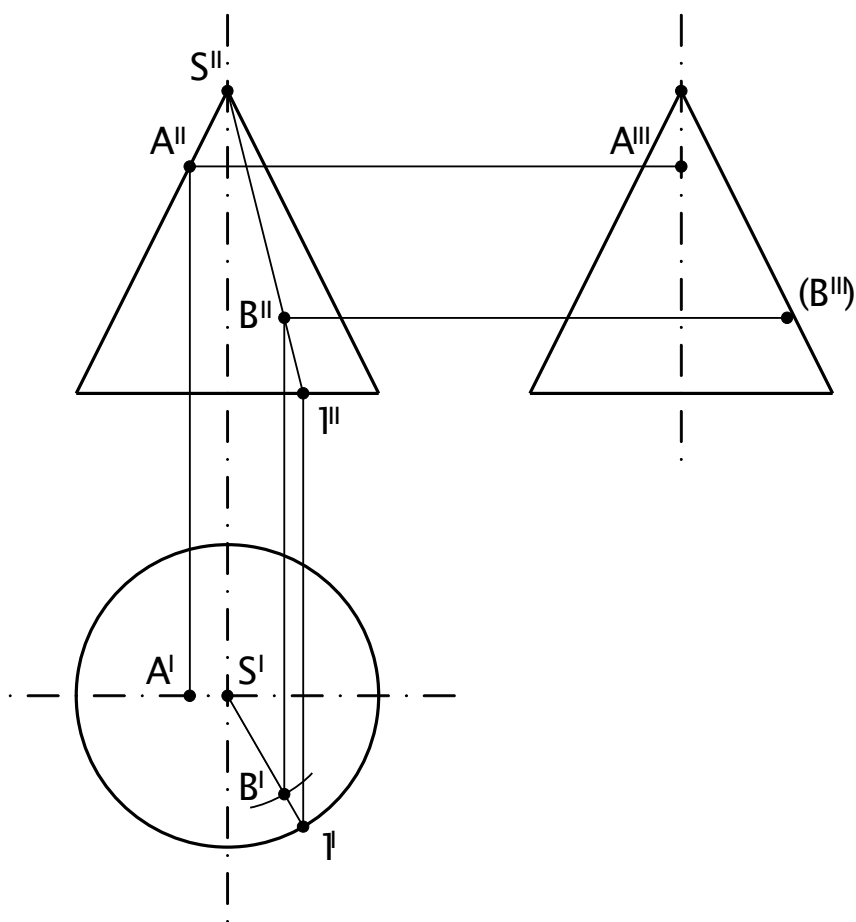

Рис. 27
2. Чтобы построить на чертеже проекции точек принадлежащих кривой поверхности, необходимо предварительно построить какую – либо линию на заданной поверхности, а затем на проекциях этой линии построить проекции искомых точек (Рис. 27).